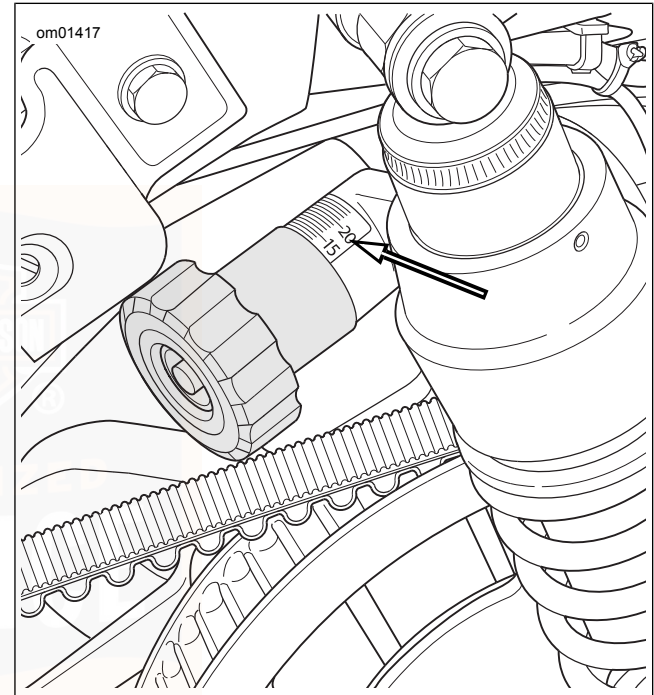

Abbildung 16. Vorspannungseinstellknopf
2. Siehe Abbildung 16. Den Knopf in die gewünschte Stellung für die erwartete Last drehen. Der Knopf klickt nach jeder halben Umdrehung. Siehe Tabelle 26, Tabelle 27 oder Tabelle 28.